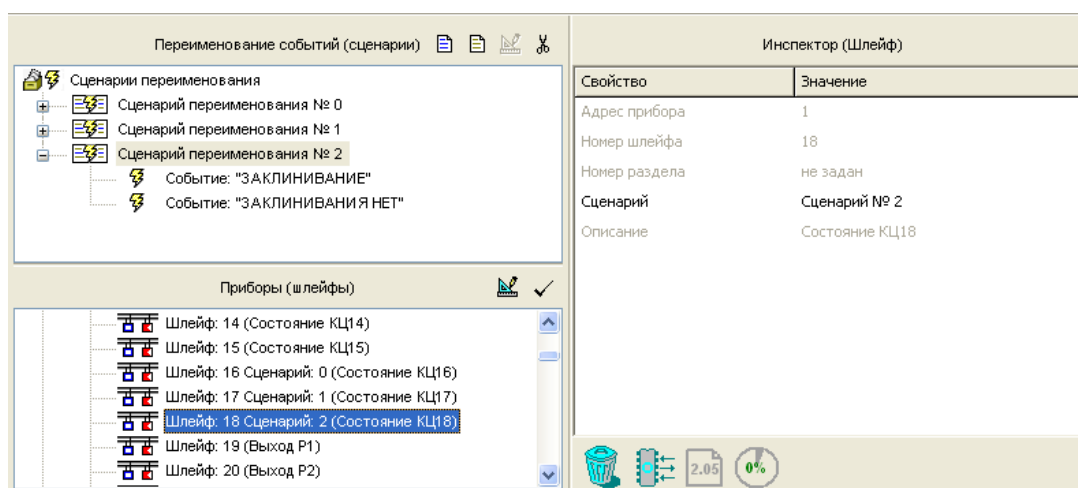

Рисунок 24
6. В нижнем окне «Приборы (шлейфы)» выделите зону, имеющую тип 13 (в базовой конфигурации «Поток-3Н» это шлейф 18), и нажмите кнопку . Созданный сценарий будет назначен выбранной зоне (для базовой конфигурации «Поток-3Н» - шлейфу 18) (см. Рисунок 24).